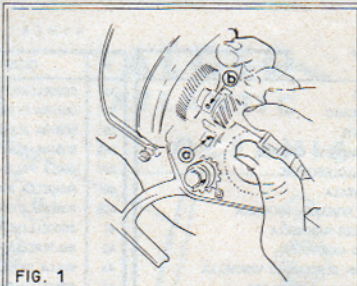

FIG. 1
- Controllare che il foro esistente nelle boccola dell'albero girante sia alloggiato nel perno di fissaggio esistente sul corpo del molinello (vedi fig. 1). Per controllo visivo la boccola è stata contrassegnata in rosso nella parte opposta al foro.